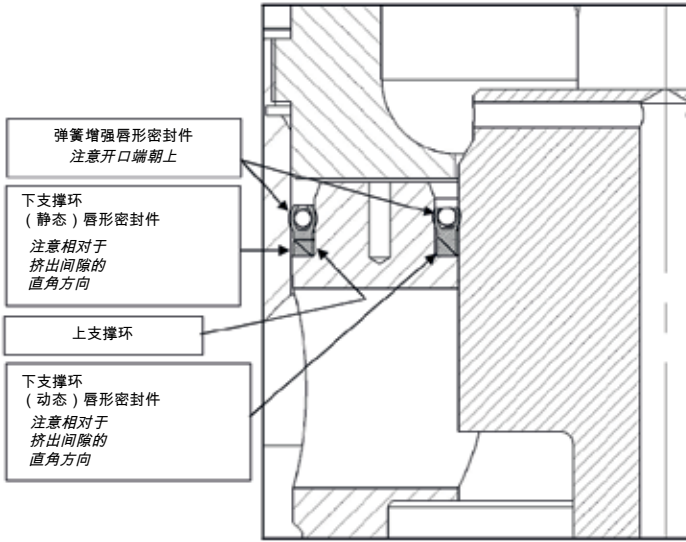

图 21 : 动态和静态唇形密封件方向 (平衡)
4. 按照图 21 所示的方向，将 (静态) 唇形密封件 (B118) 放入衬套 (B106)。
6. 按照图 21 所示的方向和大致位置，将 (动态) 唇形密封件 (B108) 安装到阀芯 (B112) 上。